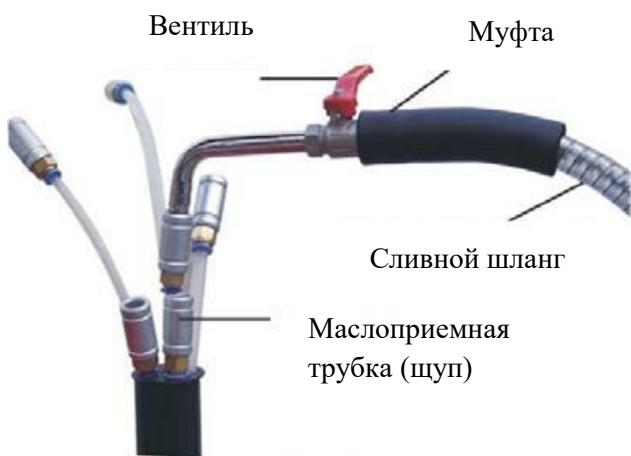

Рис. 5
2. Сначала откройте шаровой вентиль ① (см.рис.5).
3. Откройте шаровой вентиль ③ под воронкой и открутите сливную пробку картера двигателя.
5.3. Откачка масла (рис.5)
3. Подключите шланг воздушного компрессора к входному штуцеру для подачи воздуха ① (см.рис.5).
4. Откройте вентиль ② для опорожнения бака.
5. Постепенно открывайте шаровой вентиль ①, увеличивайте давление в баке, отключите воздушный компрессор, как только давление достигает требуемого значения.